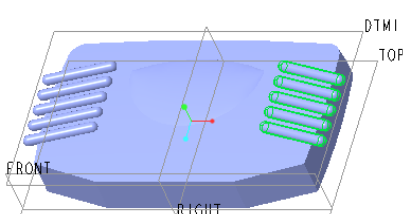

图 7-175 镜像结果
- 3 在“镜像”选项卡中单击“完成”按钮 ，镜像结果如图 7-175 所示。